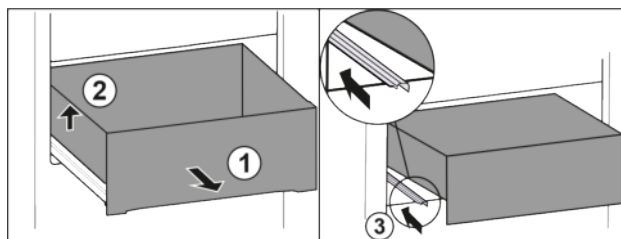

Fig. 62
► Schubfach bis zum Anschlag herausziehen. Fig. 62 (1)
► Schubfach links anheben. Fig. 62 (2)
► Linke Schiene einschieben. Fig. 62 (3)